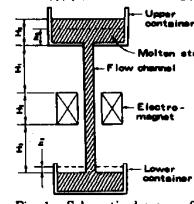

Fig. 1 Schematic diagram of experimental system.
2. 装置と方法 実験装置の概要を Fig. 1 に、実験条件を Table 1 にそれぞれ示す。溶鋼は上部容器から耐火物製の扁平流路を通過して下部容器へ流出する。流路長さ方向の中央部に流路を垂直に横切る磁界を与える溶鋼に電磁力が付与される。流量は上部容器の質量変化をロードセルにて測定し算出した。最初に磁場を印加せずに溶鋼を流出させ流路の抵抗係数を求め、次に直流磁界を与えて流動抵抗の増加を測定し、これを電磁ブレーキの効果として取り出した。